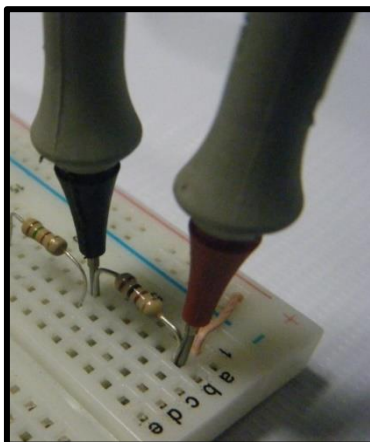

Figura 2.9. Medición de resistencia.
3. Coloque las puntas de medición en los extremos de la resistencia que se vaya a medir, como se observa en la *figura 2.9*, (asegurándose antes de que la resistencia este desconectada de la alimentación eléctrica).